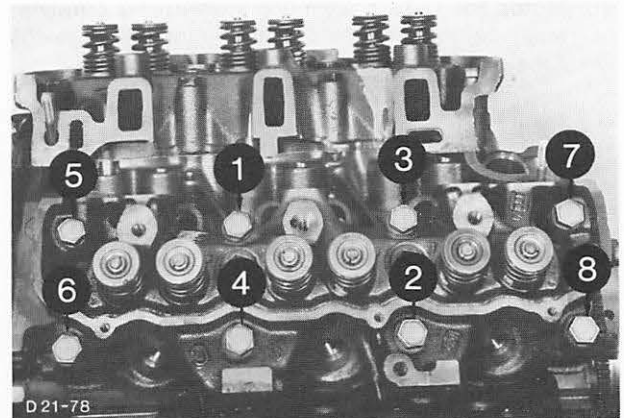

Abb. 209 Anzugsreihenfolge – Zylinderkopf
11. Zylinderköpfe abbauen (16 Schrauben), dabei Zylinderkopfschrauben in umgekehrter Reihenfolge wie beim Anziehen lösen (Anzugsreihenfolge siehe Abb. 209).
13. Komplette Zylinderköpfe aufsetzen. Schrauben einführen und nach Schema, Abb. 209, mit vorgeschriebenem Drehmoment in drei Stufen festziehen (siehe Techn. Daten).